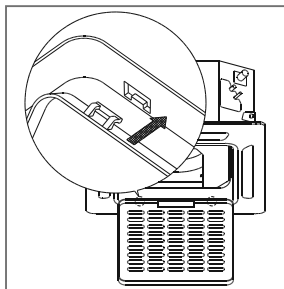

FIG. 21
- d) Montagem do filtro de ar. Certifique-se de que os encaixes na parte traseira do filtro estejam encaixados corretamente na ranhura da grelha. (Fig. 21).